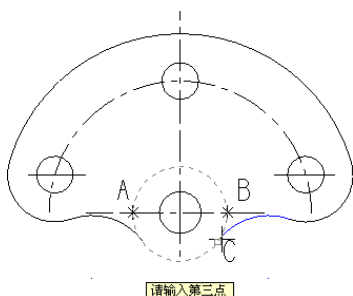

图 3-87 选取第三点
- 05 根据系统提示, 捕捉已存在圆弧 C 的端点, 并单击鼠标左键, 如图 3-87 所示。